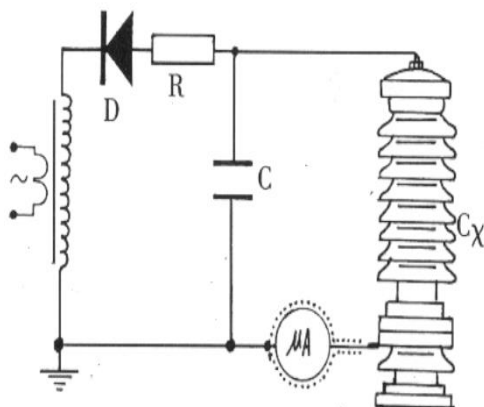

图 8 微安表接入试品 CX 底部的接线图
3. 对氧化锌、磁吹避雷器等试品接地端可拆开的情况下，也可采用在试品的底部(地电位侧)串入电流表进行测量的方式，如图 8 所示。